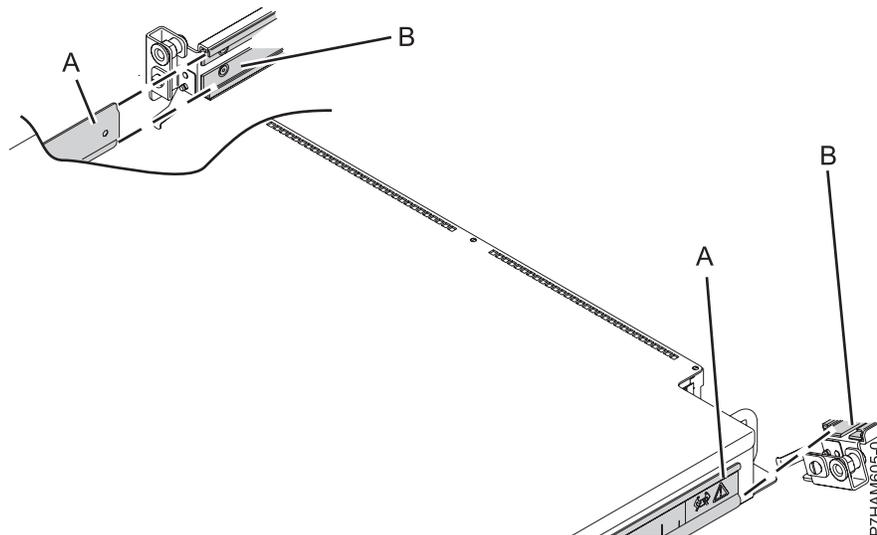

Figura 12. Revisión de la sujeción del alojamiento a los rieles
- a. Antes de intentar montar el alojamiento de almacenamiento PCIe en los rieles, revise la Figura 12 en la página 14 para observar el modo en que la guía de piezas de sujeción del chasis (A) de la parte lateral del alojamiento se ajusta y desliza en la funda del riel (B) que coincide con su forma.
**Nota:** En la Figura 12, el riel derecho (B) está representado en una esquina para mostrar la ubicación de la funda del riel. El riel real está montado en posición vertical en el bastidor.